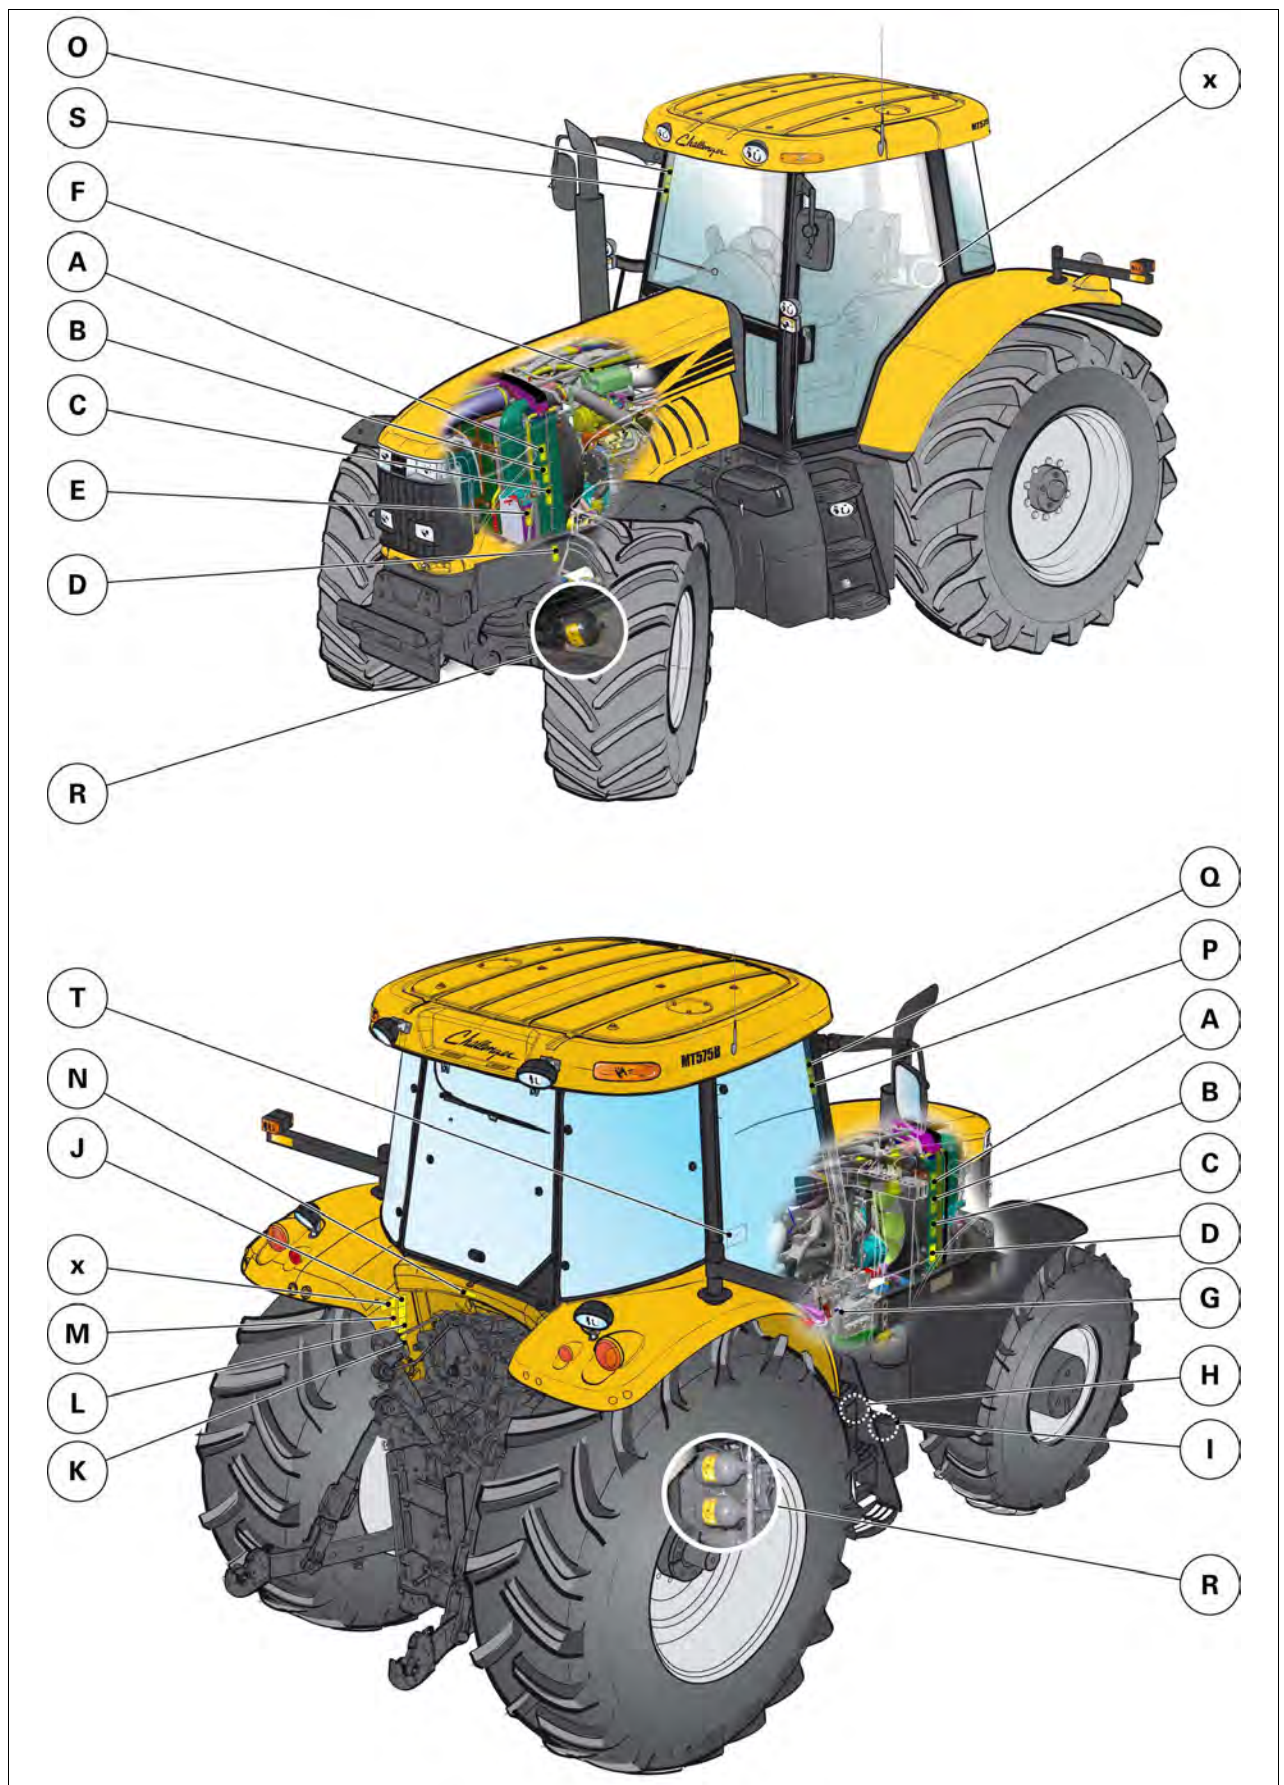

Fig. 1.
– 4297151M1 ((R) fig. 1) – PELIGRO: Riesgo de explosión: contenidos a presión. Rellene los acumuladores solamente con nitrógeno, otros gases podrían explotar. Consulte la sección Funcionamiento del manual para obtener información detallada.
– 4296978M1 ((L) fig. 1) – PELIGRO: Riesgo de enredo: transmisión de la TDF. Permanezca alejado de los ejes giratorios. Mantenga las protecciones del eje, tractor y equipo en su lugar correspondiente durante el funcionamiento.
– 4296953M1 ((D) fig. 1) – ADVERTENCIA: Riesgo de pinzamiento Manténgase alejado del sistema de suspensión del eje cuando el motor esté en marcha. Apague el contacto y saque la llave antes de intervenir en el tractor.
– 4296945M1 ((A) fig. 1) – ADVERTENCIA: Riesgo de enredo en las correas de transmisión. Mantenga las manos alejadas de las piezas y correas giratorias cuando el motor esté en marcha. Apague el contacto y saque la llave antes de intervenir en el tractor.
– 4296986M1 ((E) fig. 1) – ADVERTENCIA: Riesgo de pinzamiento por piezas móviles Mantenga las manos alejadas del enganche al girar los radiadores
– 4296943M1 ((H) fig. 1) – ADVERTENCIA: Riesgo de descarga eléctrica: riesgo de lesiones personales y daños a los componentes. Desconecte el cable negativo de la batería (tierra) antes de quitar la cubierta del solenoide del motor de arranque y antes de realizar reparaciones en el sistema eléctrico.
– 4296982M1 ((G) fig. 1) – PELIGRO: Riesgo de pérdida de control de la máquina y atropello. No ponga en marcha el motor sin estar sentado en el asiento con la toma de fuerza desacoplada y la transmisión en posición de punto muerto. NUNCA cortocircuite los terminales del motor de arranque para arrancar el motor.
– 4296976M1 ((K) fig. 1) – PELIGRO: Riesgo de giro excesivo en la parte trasera, con posible resultado de lesiones e incluso muerte. Tire solamente de una barra de tracción aprobada o los brazos inferiores del enganche de tres puntos en posición horizontal o más baja. Remolque sólo utilizando una barra de tiro aprobada. No tire nunca desde la parte superior de la línea central del eje trasero. Riesgo de giro excesivo.
– 4296980M1 ((I) fig. 1) – PELIGRO: Riesgos de las baterías de ácido-plomo o Gases explosivos; o Líquido corrosivo (ácido sulfúrico); Manténgase alejado de cualquier llama o chispa Proteja los ojos cuando trabaje con baterías o cerca de ellas. Lea las instrucciones de funcionamiento y seguridad en el Manual del operador para obtener más información.
– 4297923M1 ((S) fig. 1) – PELIGRO: Riesgo de electrocución Tractores equipados con pala frontal: Manténgase alejado de las líneas eléctricas cuando el tractor esté en movimiento.